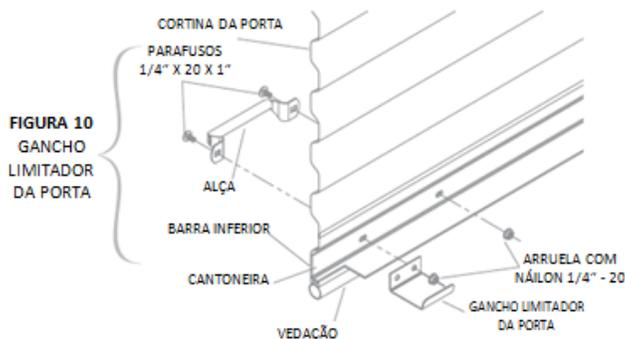

FIGURA 10
- Instalar o gancho limitador em cada extremidade dentro da barra inferior usando os parafusos franceses 1/4-20 x 5/8" com porcas existentes. **Ver Figura 10.**